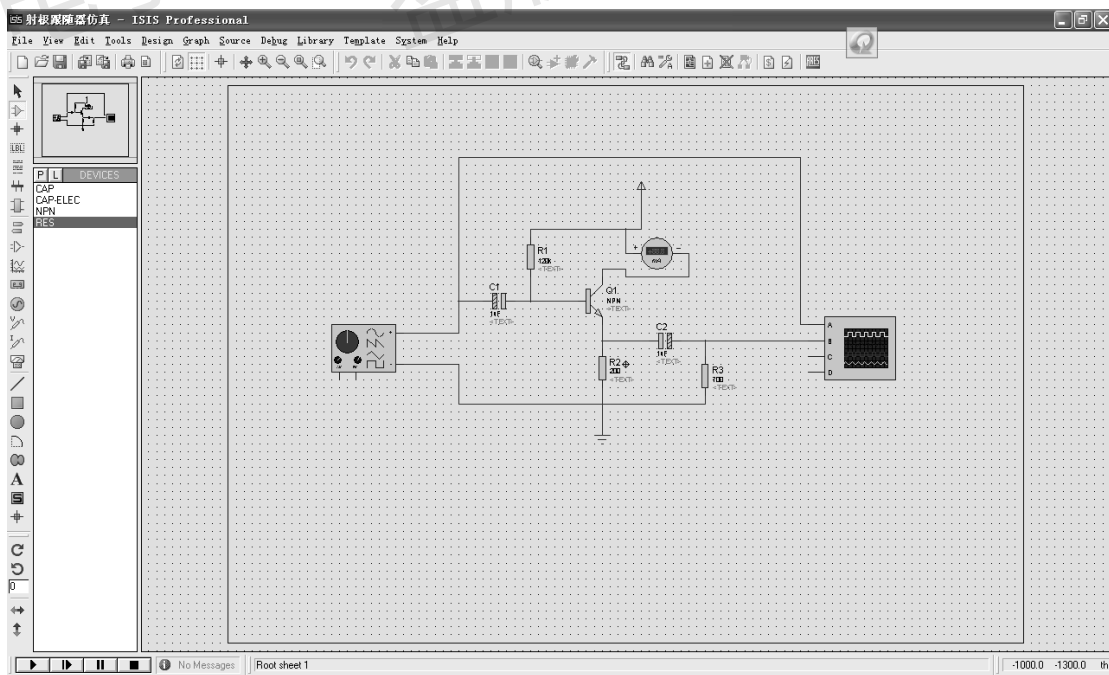

图 1-34 在 PROTEUS 中设计电路
(5) 电路元件布局、连线。在 PROTEUS 中设计电路, 如图 1-34 所示, 这是一个分立元件的射极跟随器电路。